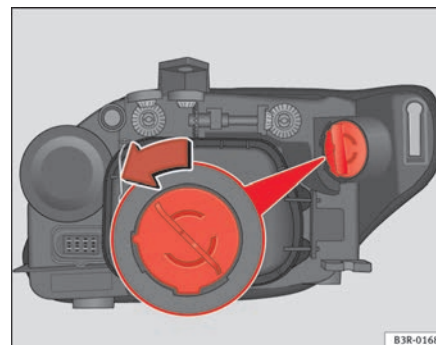

Fig. 190 Lampada luce indicatore di direzione
- Ruotare il portalampada in senso antiorario afferrandolo per l'impugnatura ⇒ fig. 190 ed estrarlo insieme alla lampadina.